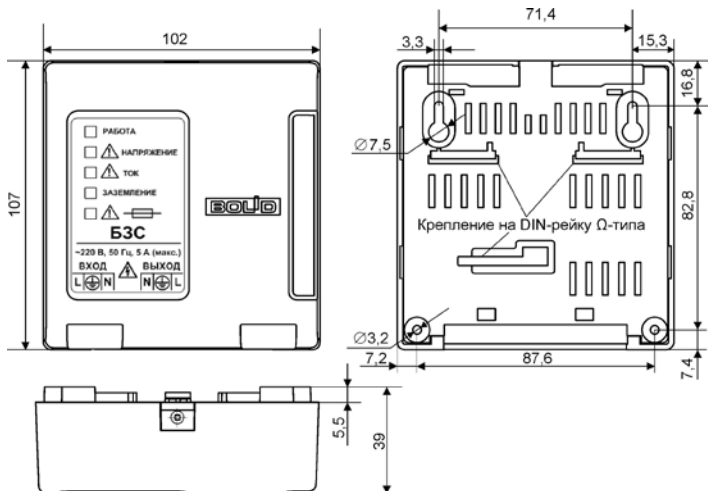

Рис.2
2.2.2.2 Установка прибора на DIN-рейку производится при помощи специального крепления Ω -типа, расположенного на основании корпуса (см. рис.2).